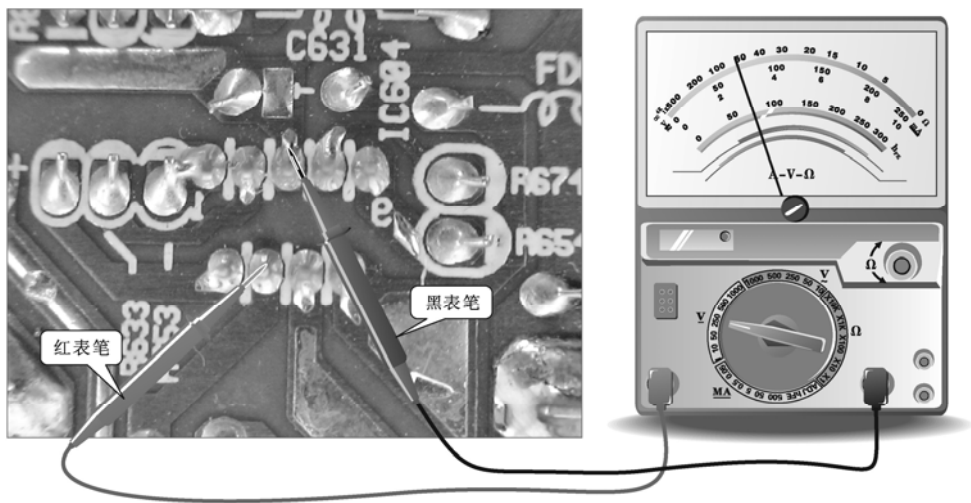

图 2-60 LM2435T④脚供电电压的测量
LM2435T 的④脚为该集成电路供电。将万用表调至直流 250 V 挡，用黑表笔接视频电路板的接地端⑤脚，用红表笔接④脚，如图 2-60 所示。此时万用表显示的数值约为 75 V，该值为正常输入电压值。